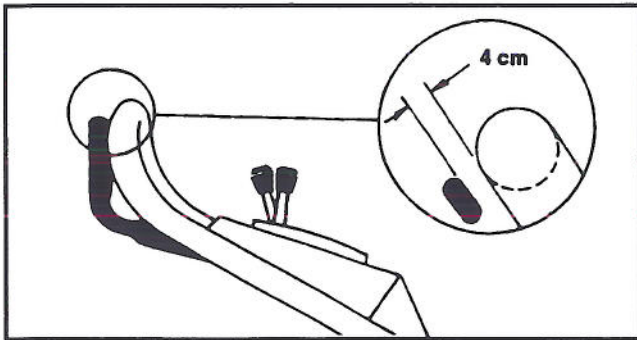

Figure 17
4. Levez la barre de commande jusqu'à ce qu'une résistance se fasse sentir. La barre de commande doit se trouver à 38 mm du guidon lorsque le réglage est correct (fig. 17).